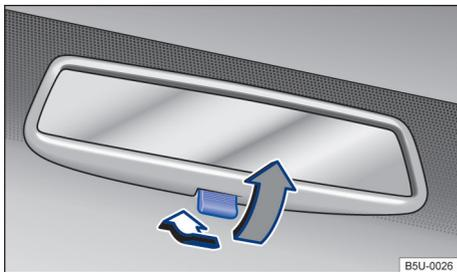

Fig. 71 No para-brisa: espelho retrovisor interno com antiofuscante manual.
- Posição noite: puxar a alavanca → Fig. 71 (seta cinza), para evitar o ofuscamento dos faróis dos veículos que trafegam atrás.